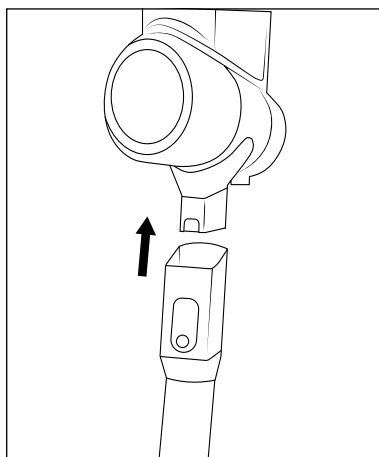

Abb. 1
- 1) Schieben Sie das Saugrohr  auf das Gerät, bis es hörbar mit einem Klickgeräusch einrastet (siehe Abb. 1).